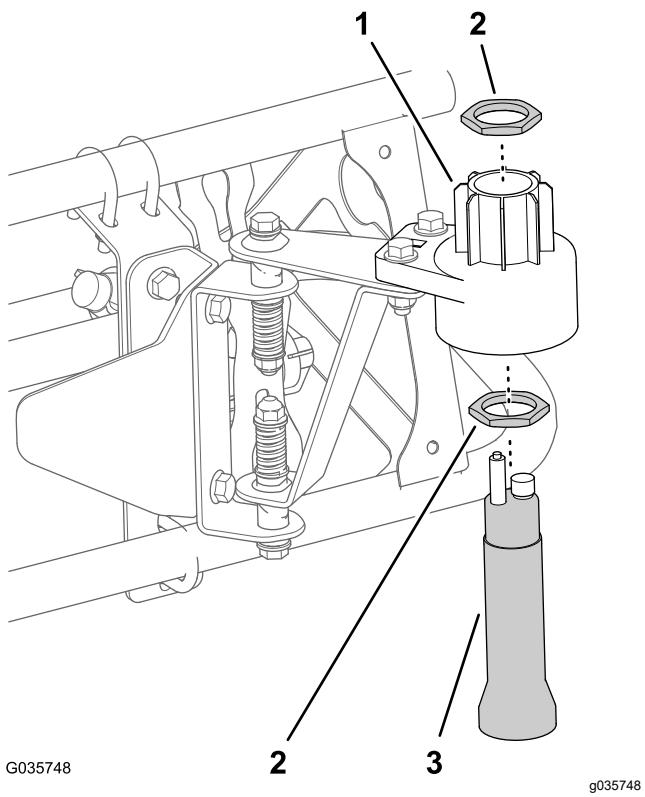

Figure 21
- A. Placez un grand écrou sur le capteur (Figure 21).
- B. Insérez le capteur dans le logement inférieur (Figure 21).
- D. Placez l'autre grand écrou sur le capteur (Figure 21).